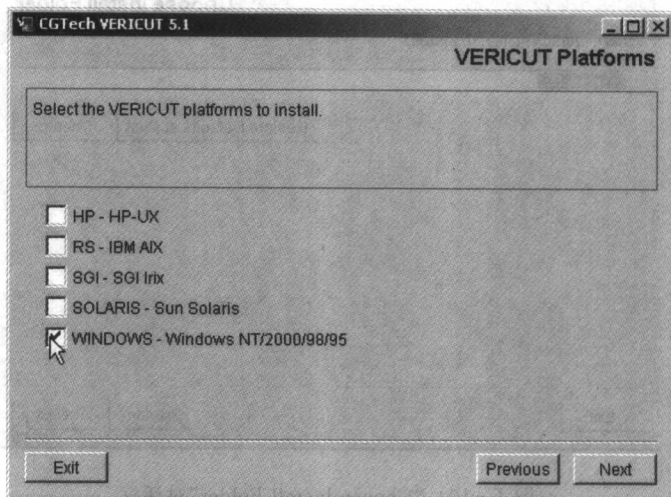

图 1-12 “VERICUT Platforms”对话框
(7) 选中“Full Install”按钮后,单击“Next”按钮,弹出如图 1-12 所示的“VERICUT Platforms”对话框,选中“WINDOWS-Windows NT/2000/98/95”复选钮,设定安装平台为 Windows 系统。